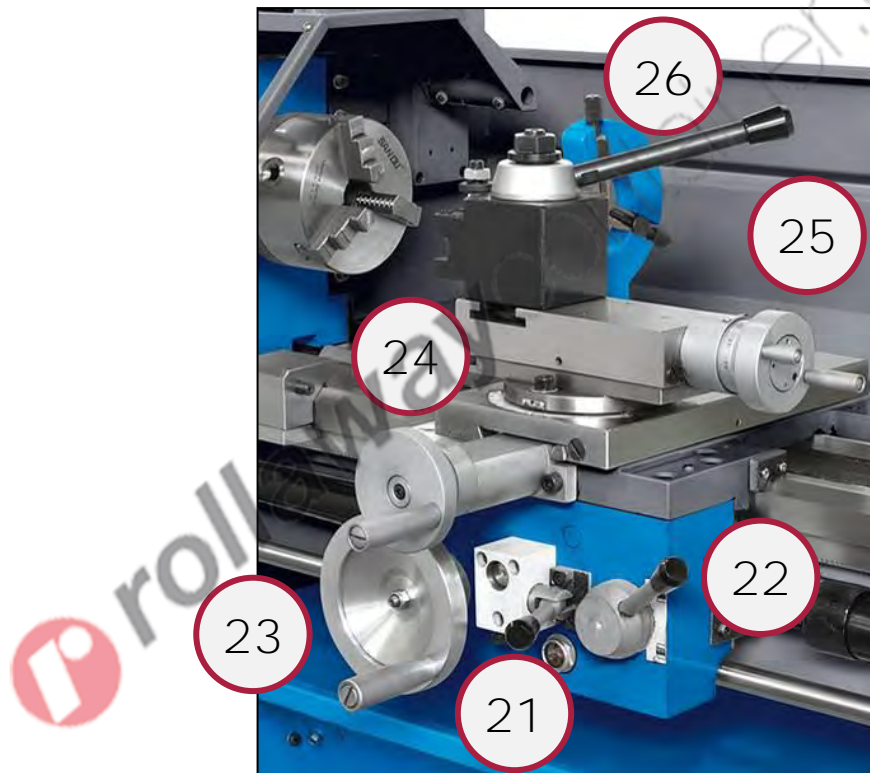

Figura 28 – Volantini e leve carrello.
5. **Inserire l'utensile sulla torretta del carrello porta utensile, e fissarlo con l'apposita leva di bloccaggio** (rif. 26 in Figura 28).
6. Regolare la posizione del carrello e delle slitte porta utensile, utilizzando le leve ed i volantini appositi (Figura 28).